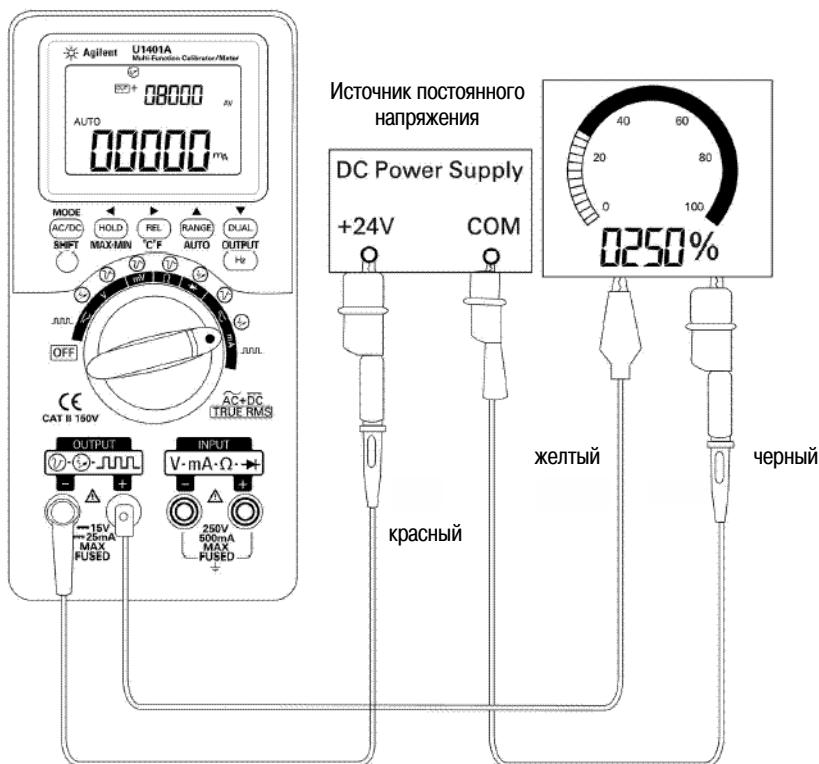

Рис. 5-2 Имитация токового выхода
2. Присоедините специальный желтый измерительный провод между выходным гнездом "+" прибора и положительным выводом измерительного устройства в токовом контуре (см. рис. 5-2).